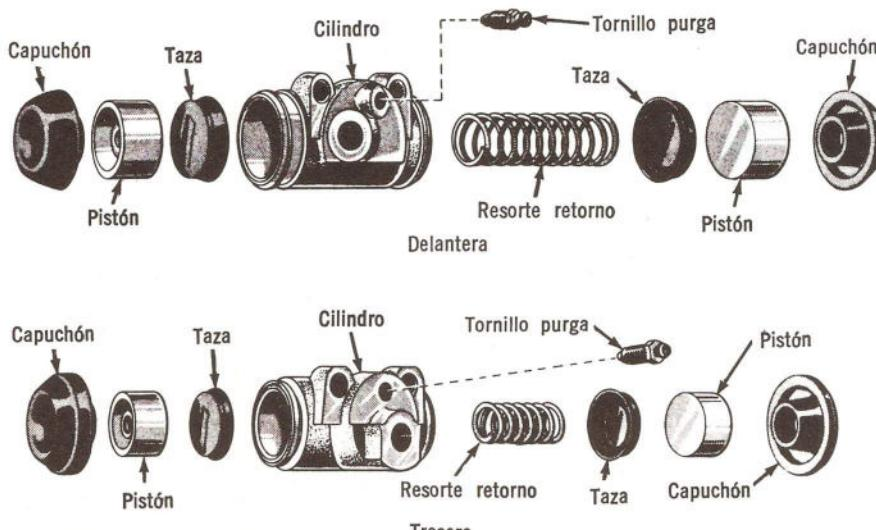

Fig. 10—Cilindros de Rueda Delantera y Trasera.
tremos del cilindro de rueda. Saque, del interior del cilindro, los émbolos, copas y resortes de retorno (Fig. 10).
3. Introduzca el resorte de retorno, las copas y los émbolos (Fig. 10)) en sus respectivos lugares en el cilindro. Coloque un capuchón en cada extremo del cilindro.